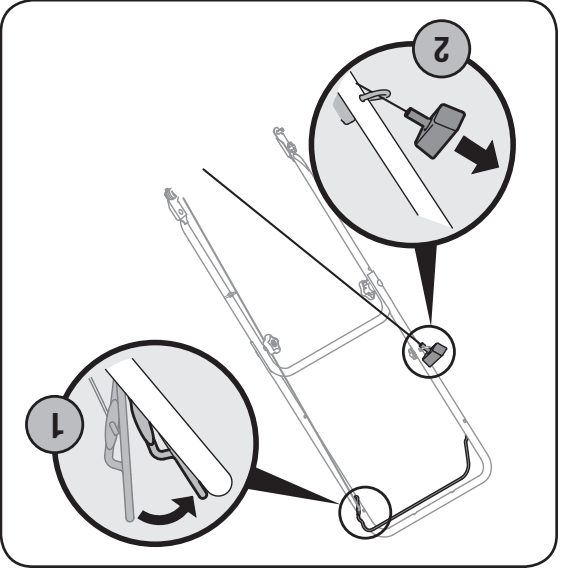

Figure 4-2
1. Tenez-vous derrière la machine, appuyez sur la poignée de commande de la lame et maintenez-la contre le guidon supérieur, comme à la Figure 4-2.